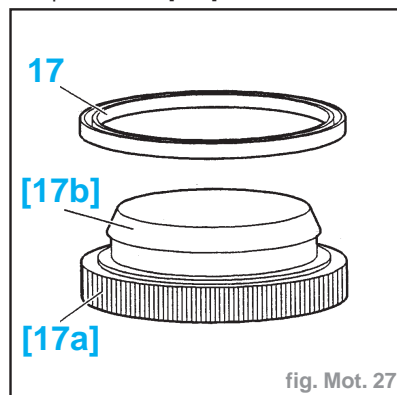

fig. Mot. 27
- Placer l'outil [17b] sur l'outil [17a] (tamp. réf. 0189G2 et G1) (fig. Mot. 27).
- Monter la bague d'étanchéité (17) neuve à l'aide de l'outil [17a].